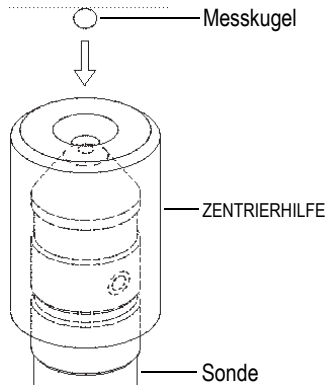

Abbildung 4-6 Ausrichtung der Messkugel in der Zentrierhilfe auf der Sonde
3. **KUGEL EIN:** Wählen Sie den Messreflektor, der in den folgenden Messungen verwendet werden soll, und eine ZENTRIERHILFE der dieser Kugelgröße entspricht. Die Zentrierhilfe zentriert den Messreflektor mittig auf dem Sondenkopf. Legen Sie die Kugel in die Zentrierhilfe. Stecken Sie dann die Zentrierhilfe vorsichtig ganz auf den Sondenkopf, bis er von allein stoppt, wie in Abbildung 4-6 auf Seite 92.